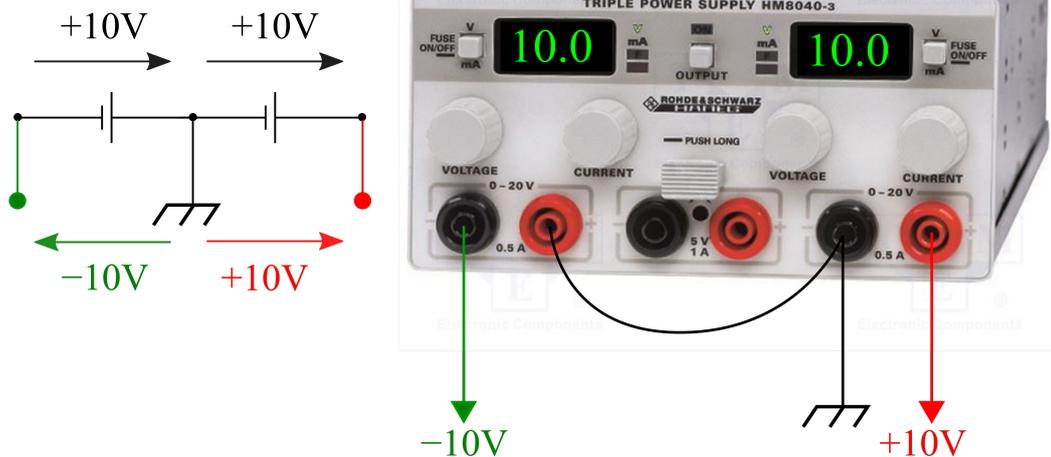

Figure 2 : Schéma d'alimentation + 10 V, - 10 V.
L'amplitude de la tension de sortie V_s des différents montages est toujours comprise entre les tensions d'alimentation : $V_{CC^+} = +10V$ et $V_{CC^-} = -10V$. La méthode de branchement d'une alimentation symétrique à partir de deux sorties HAMEG est décrite en Figure 2.
- Alimentation symétrique +10V/-10V (Figure 2),